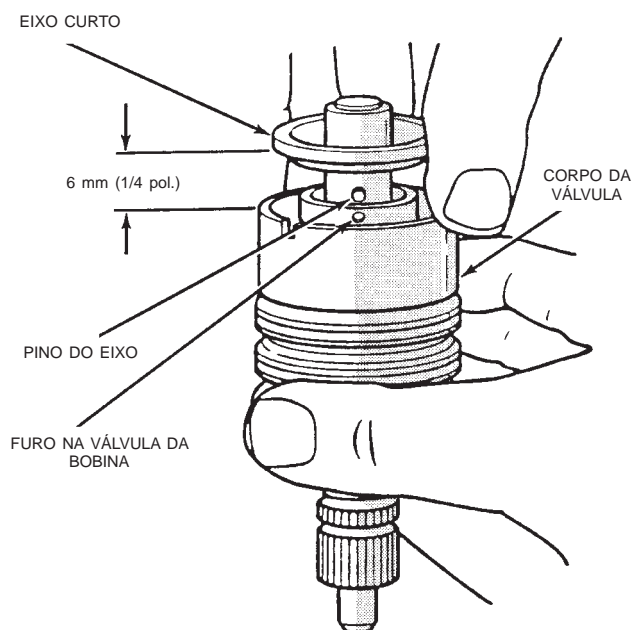

Fig. 12 Eixo Curto
(5) Remova o eixo curto do conjunto da válvula, batendo levemente o eixo em um bloco de madeira para soltá-lo. A seguir, desencaixe o pino do eixo curto do furo na válvula da bobina e separe o conjunto da válvula do eixo curto (Fig. 12).